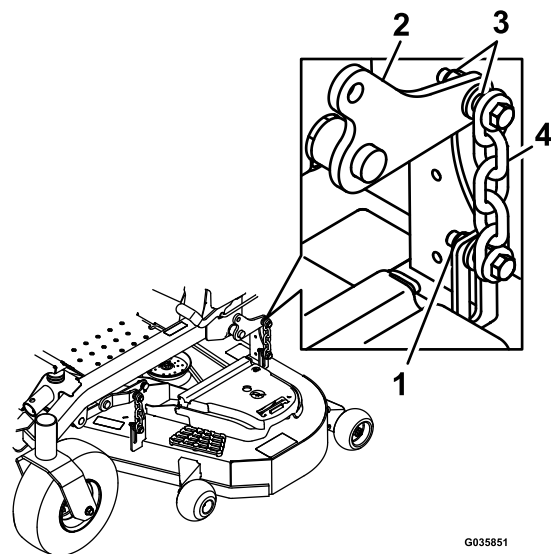

Figura 85
15. Afloje las contratuercas (Figura 85) en las 4 esquinas y compruebe que la carcasa de corte está bien asentada sobre los cuatro bloques.